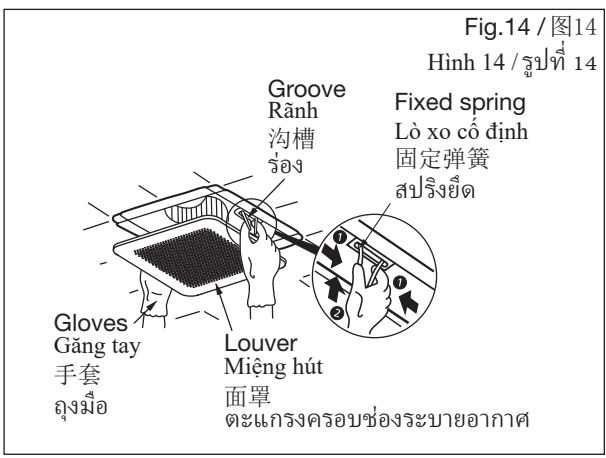

Fig.14 / 图14
1. การติดตั้งตัวพัดลม วิธีที่ 1 ติดตั้งเข้ากับตงไม้ ⑤
④ Insert the fixed spring of louver assembly into the groove, install the louver to the fan body. (Fig.14).
将面罩组合上的固定弹簧装入沟槽内, 进而安装在机体上。(图14)。